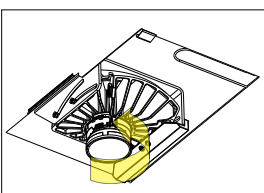

Fig. 21
- a. Tome la óptica y gírela en sentido antihorario para desbloquearla. Tire hacia usted para extraerla (consulte la Fig. 21). Si la óptica no se pudiera extraer con la mano, se puede utilizar una ventosa.